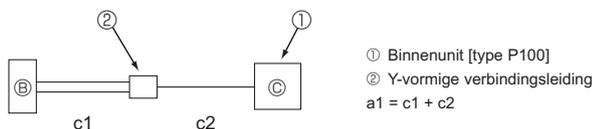

Fig. 5-2
*1 Hoewel er bij het aansluiten van de P100-binnenunit tussen de aftakdoos en de Y-vormige verbindingsleiding twee koelstofleidingen worden gebruikt, moet u bij het berekenen van de leidinglengte alleen de lengte van één leiding gebruiken. (Fig. 5-2)